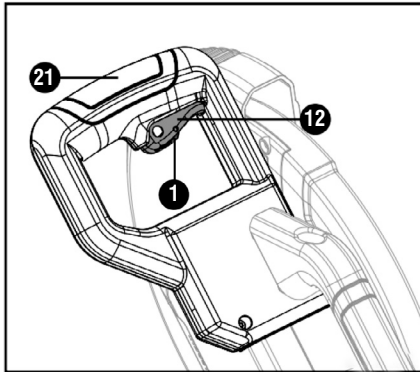

Fig. 15 – Accionamiento de la máquina
Para encender la máquina, coloque la mano en la empuñadura (21), mueva la traba de seguridad del interruptor (1) hacia la izquierda y pulse el interruptor de accionamiento (12). Para apagarla, suelte el interruptor de accionamiento (12). (fig. 15).
Para bajar el cabezal, presione la traba del eje (13) y haga el corte (fig.15)